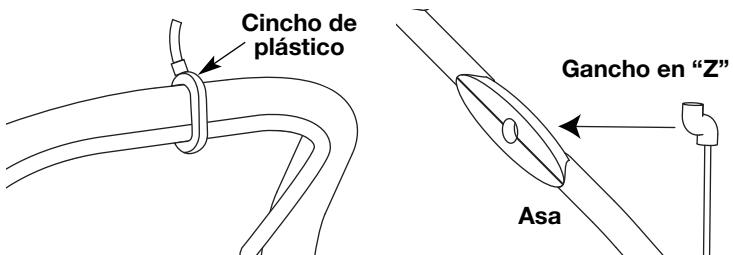

Fig. 5
- Corte el cincho de plástico que sujeta el asa al mango (Fig. 5).
- Inserte el gancho en "Z" en el agujero del lado derecho del asa para asegurar el cable del embrague al asa (Fig. 5).